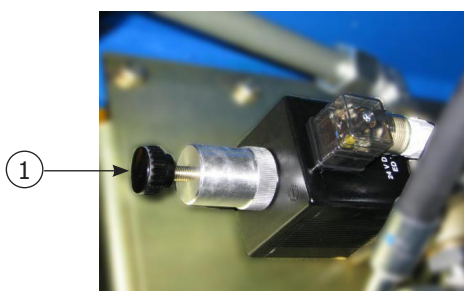

Fig. 11.1
Para activar el distribuidor de los estabilizadores, atornillar completamente el tornillo de selección (pos. 1 de fig. 11.1).
Para reactivar las funciones de la grúa, desatornillar el tornillo de selección (pos. 1 de fig. 11.1).